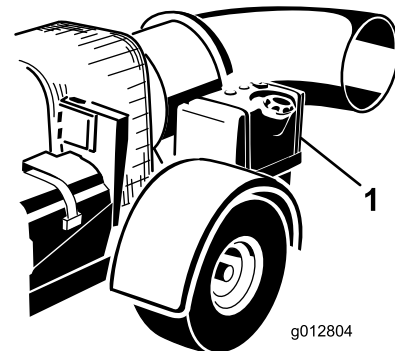

Figura 11
2. Limpie la zona alrededor del tapón del depósito de combustible y retire el tapón (Figura 11).